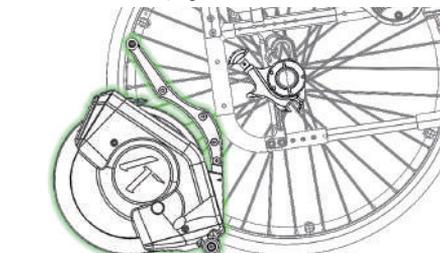

Figura 32
- Appoggiare il TWIST R sul cavalletto anteriore (Figura 32).